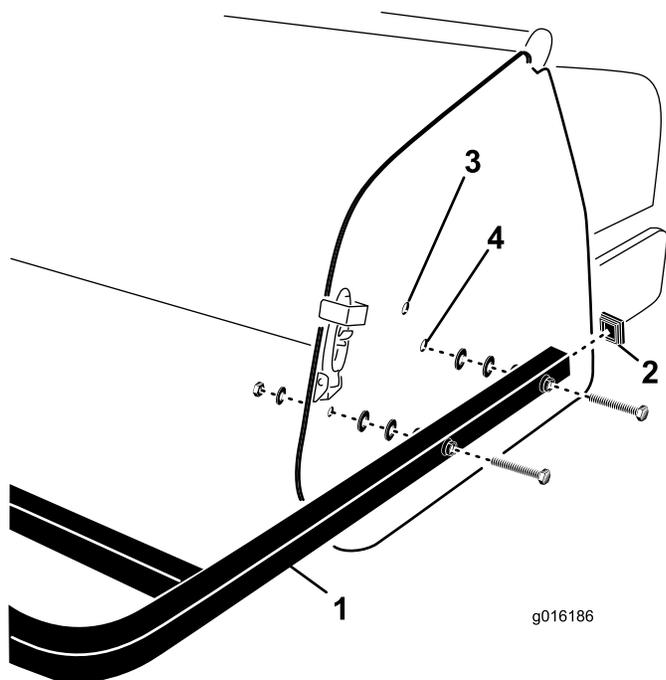

Figura 29
1. Insira os tampões nas extremidades dos tubos da protecção traseira (Figura 29).
2. Alinhe os orifícios com os tubos de montagem da protecção traseira com os furos nas placas laterais do arejador (Figura 29).
3. Prenda os tubos de montagem da protecção nas placas laterais com 4 parafusos, anilhas planas e porcas (Figura 29).